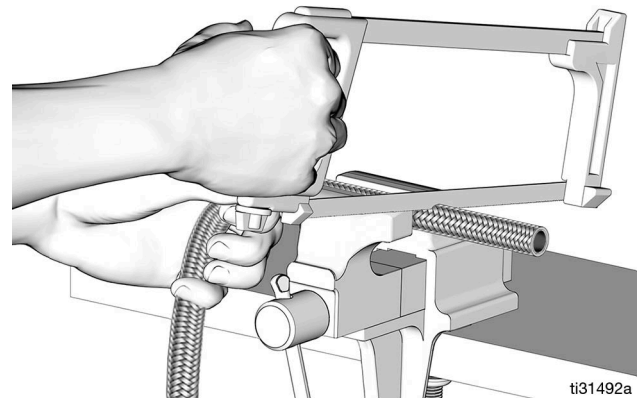

FIG. 64
2. Couper en équerre le tuyau avec une scie à métaux à dents fines ou une meule à tronçonner (FIG. 64).